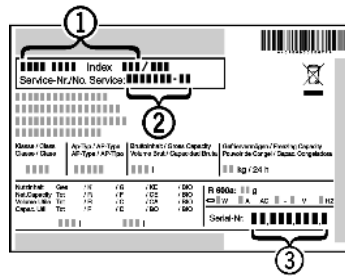

Fig. 49
- ▶ Назва пристрою Fig. 49 (1), сервісний номер Fig. 49 (2) та серійний номер Fig. 49 (3) вказані на заводській табличці. Заводська табличка знаходиться всередині пристрою, зліва.